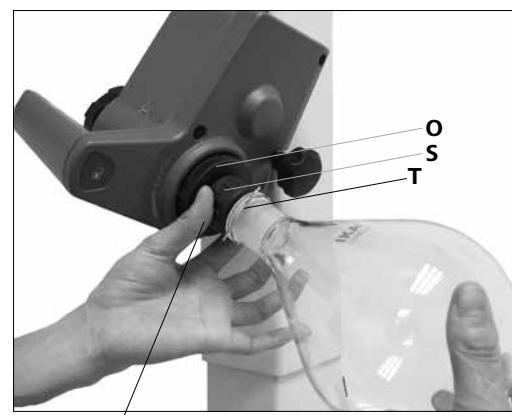

Fig.15b
- 逆时针旋转带固定夹 (**S**) 的塑料螺母 (**P**) 直至固定夹可以扣在法兰上。(Fig. 15b)